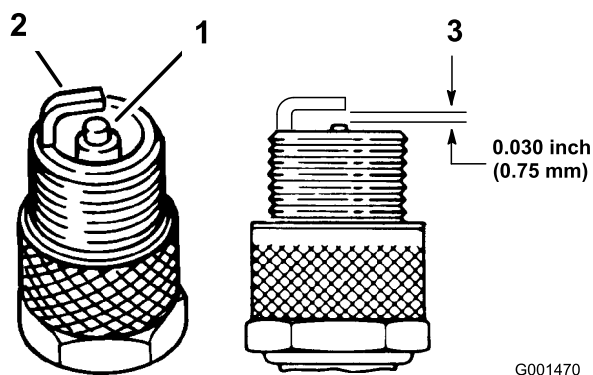

Figura 31
1. Mire la parte central de las bujías (Figura 31). Si se observa un color gris o marrón claro en el aislante, el motor está funcionando correctamente. Si el aislante aparece de color negro, significa que el limpiador de aire está sucio.
3. Compruebe la separación entre los electrodos central y lateral (Figura 31). Si la distancia no es correcta, doble el electrodo lateral (Figura 31).